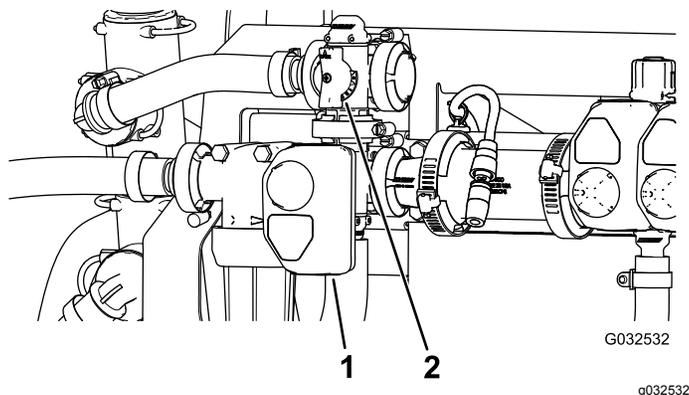

Figure 48
- Réglez la vanne de dérivation d'agitation (Figure 48) à l'arrière de la vanne d'agitation jusqu'à ce que la pression indiquée soit 689 kPa (100 psi).